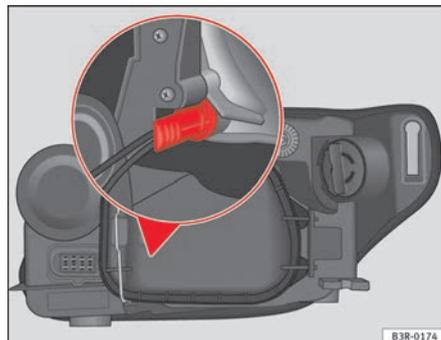

Fig. 209 Feux de position. Base du support d'ampoule en position verticale
- Introduisez l'ampoule dans la douille, en vous assurant que la base du support de l'ampoule soit contre la paroi en position verticale ⇒ fig. 209 et appuie sur celui-ci.